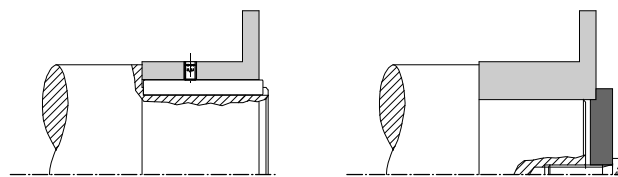

Рис. 6
- ❑ Надеть втулки (1 / 1.4 / 1.5) на валы с помощью подходящего устройства и зафиксировать их по оси (Рис. 6). Осевая фиксация осуществляется с помощью нарезной шпильки (установочного винта), которая давит на призматическую шпонку в радиальном направлении, или с помощью прижимной крышки и винта, вкрученного в центрирующую резьбу вала.